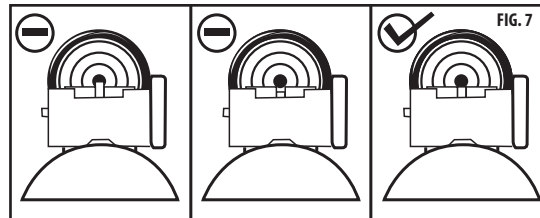

FIG. 7
- Le pointage en hauteur se règle à l'aide du cadran d'élevation, situé à la base de la hausse. Tournez le cadran dans le sens inverse des aiguilles d'une montre pour que le plomb touche la cible plus haut et tournez le cadran dans le sens des aiguilles d'une montre pour que le plomb touche la cible plus bas. (Fig. 7)
- La dérive se règle en tournant le cadran de dérive situé sur le côté droit de la hausse. Tournez le cadran dans le sens inverse des aiguilles d'une montre pour que le plomb touche la cible sur la gauche et tournez le cadran dans le sens des aiguilles d'une montre pour que le plomb touche la cible sur la droite. (Fig. 7)